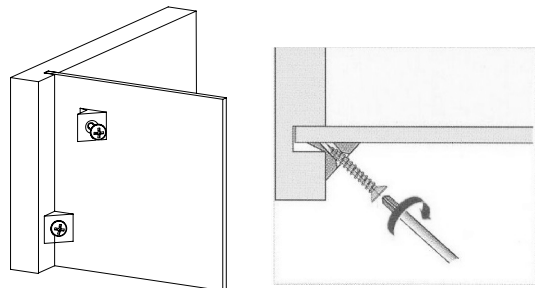

Рис.9
7. После сборки установите соединители задней стенки (Рис. 9).